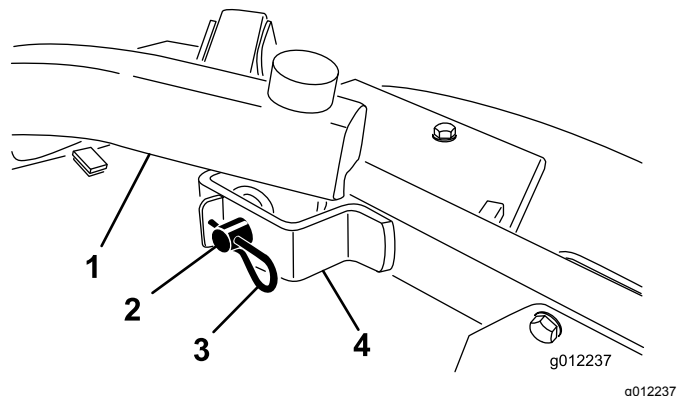

**Figura 23**
2. Rimuovete il bullone e la rondella montati sulla sommità di ogni asta dell'altezza di taglio (Figura 23).
3. Rimuovete la coppiglia e il perno con testa che fissano il collare dell'altezza di taglio alla relativa asta sulla parte posteriore dell'apparato di taglio (Figura 23). Rimuovete il collare dell'altezza di taglio.